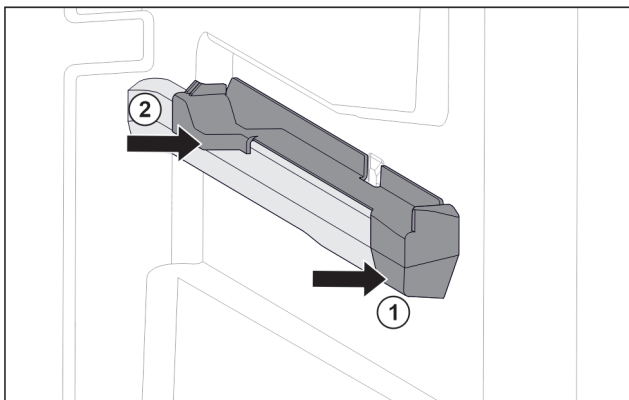

Fig. 62 Élément emboîtable sur la nervure de récipient droite
- Poser le devant de l'élément emboîtable contre la nervure de récipient. Fig. 62 (1)
- Enfoncer l'arrière de l'élément emboîtable. Fig. 62 (2)